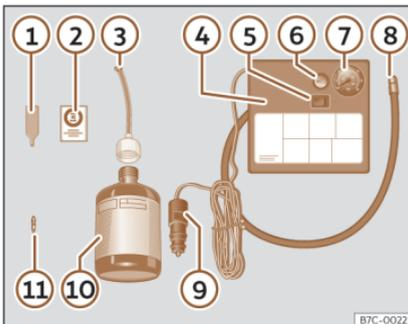

Fig. 31 Rappresentazione standard: contenuto del kit per la riparazione degli pneumatici.
Il kit per la riparazione degli pneumatici si trova nel sottofondo del bagagliaio. Include i seguenti componenti»» **fig. 31**:
parato»» **fig. 31** ① per estrarre l'elemento di tenuta. Collocarlo su una superficie pulita.
- Agitare vigorosamente la bomboletta del sigillante per pneumatici»» **fig. 31** ⑩.
- Avvitare il tubo di gonfiaggio»» **fig. 31** ③ alla bomboletta del sigillante. La piombatura della bomboletta si rompe automaticamente.
- Rimuovere il tappo del tubo di riempimento»» **fig. 31** ③ e avvitare l'estremità aperta dal tubo alla valvola dello pneumatico.
- Ricollocare l'elemento di tenuta con l'apparato»» **fig. 31** ① nella valvola dello pneumatico.
- Avvitare il tubo di gonfiaggio dello pneumatico del compressore»» **fig. 31** ⑧ nella valvola dello pneumatico.
- Verificare che la vite di sfiato dell'aria sia chiusa»» **fig. 31** ⑥.
- Collegare il connettore»» **fig. 31** ⑨ a una presa elettrica a 12 V del veicolo»» pag. 151.
- Collegare il compressore ad aria con l'interruttore ON/OFF»» **fig. 31** ⑤.
- Incollare l'adesivo»» fig. 31 ② sul quadro strumenti, all'interno del campo visivo del conducente.
Riavvitare il tubo di gonfiaggio»» fig. 31 ⑤ e controllare la pressione con il manometro ⑥.